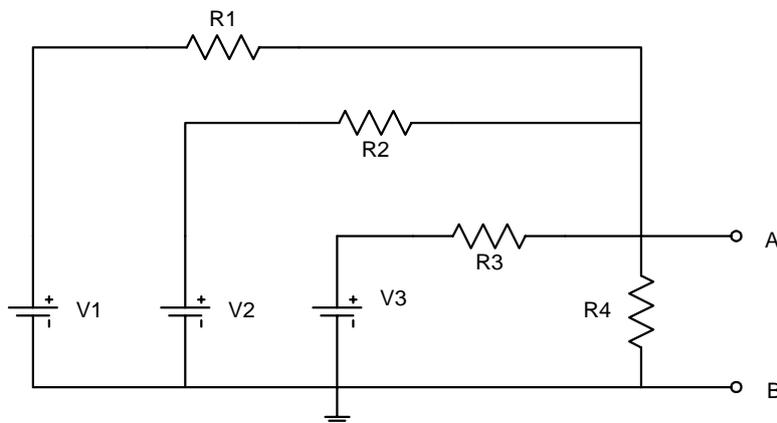

Figura 14. Principio de superposición
- Principio de superposición (sección 3.2 de la práctica 3, figura 14)